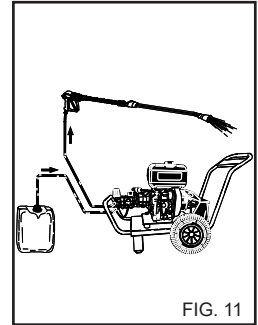

FIG. 11
1) Depois de usar o detergente, enxágue o circuito de sucção; enfie o tubo de sucção (fig. 11) de detergente num tanque contendo água limpa e faça com que a bomba funcione por um minuto com a torneira de dosagem completamente aberta e com a lança em fase de saída de detergente.
- 4) Depois da utilização do detergente, enxágue o circuito de sucção; enfie o tubo de sucção (fig.11) de detergente num tanque contendo água limpa e faça com que a bomba funcione por 1 minuto com a lança em fase de saída de detergente.